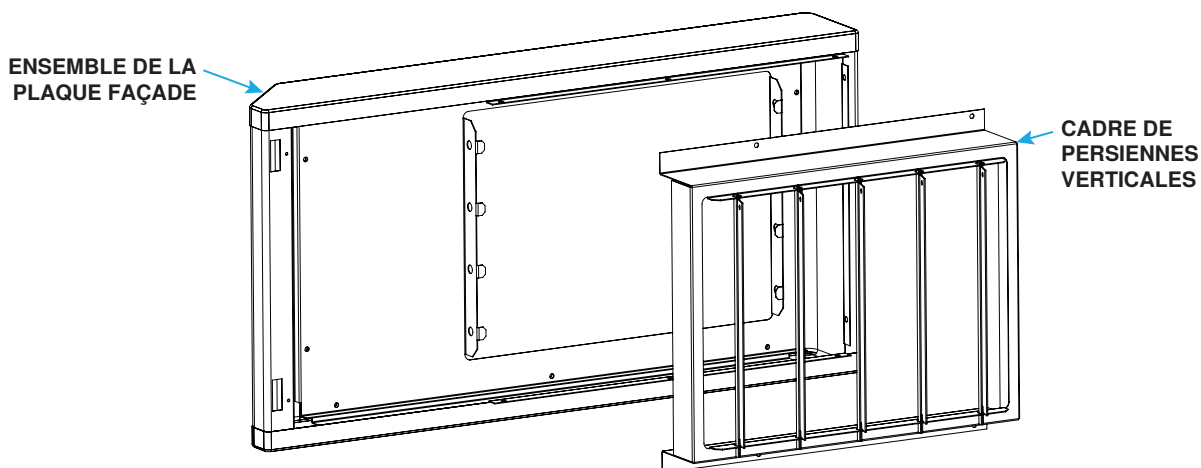

Figure 3. Ensemble de plaque frontale typique d'un appareil de chauffage au gaz (avec cadre à persiennes verticale illustré)
4. Remove face plate assembly (see **Figure 3**):
5. Si vous installez l'option CD4 ou CD5, installez le cadre de persienne verticale (voir Figure 3) :